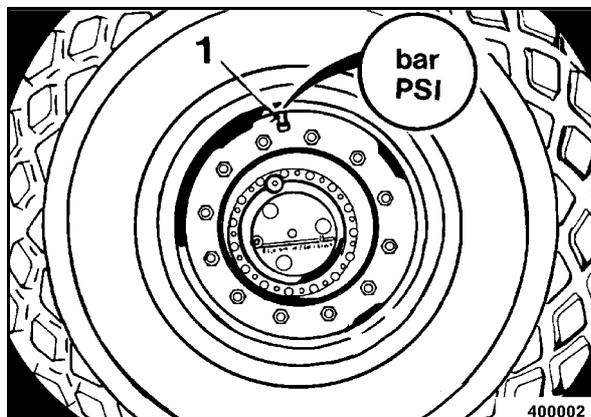

Рис. 130
- Когда вентиль шины находится в верхнем положении, измерить давление манометром на вентиле шины 1 (Рис. 130).